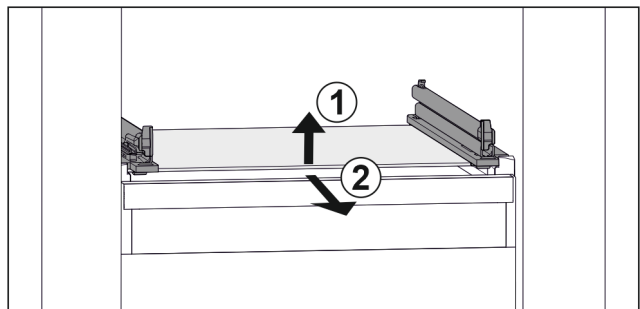

Fig. 73 Приблизне відображення скляної пластини
- ▶ Підняти скляну пластину спереду. Fig. 73 (1)
- ▶ Вийняти скляну пластину рухом вперед. Fig. 73 (2)